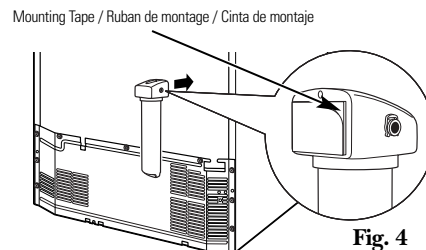

Fig. 4
4. Using the double-sided mounting tape provided, remove one side of protective wax paper and apply the entire piece to the back side of the manifold, applying firm pressure to the entire piece (Fig. 4). (It is recommended to apply when the room temperature is above 55°F for best adhesion.)
5. Remove the remaining wax paper from the double-sided tape on the back side of the manifold, and adhere it to the cleaned surface of the refrigerator, applying firm pressure to the entire piece (Fig. 4).
4. Enlever un côté du papier ciré de protection du ruban à double face qui est fourni et appliquer une forte pression sur l'ensemble du ruban contre la surface arrière du collecteur (Fig. 4). (Pour obtenir une meilleure adhérence, il est recommandé de procéder à l'application lorsque la température de la pièce est supérieure à 12,8°C [55°F]).
5. Enlever le reste du papier ciré de protection du ruban à double face appliqué sur le collecteur; puis placer le ruban adhésif contre la surface nettoyée du réfrigérateur en exerçant une forte pression sur l'ensemble du ruban (Fig. 4).
4. Usando la cinta de doble faz para montaje suministrada, retire un lado del papel encerado protector y aplique la pieza completa a la parte trasera del colector, aplicando una presión firme a la pieza completa (Fig. 4). (Se recomienda aplicar cuando la temperatura del salón sea superior a 55°F para una mejor adhesión.)
5. Retire el papel encerado restante de la cinta de doble faz en la parte posterior del colector y péguelo a la superficie limpia del refrigerador, aplicando una presión firme la pieza completa (Fig. 4).